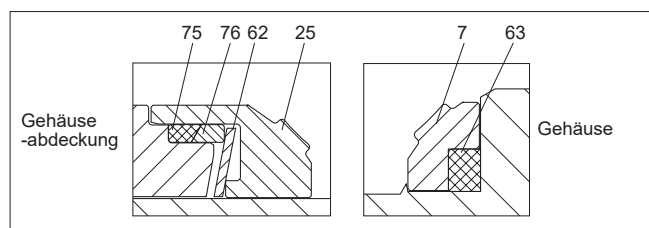

Abb. 17 H-Sitz
- Setzen Sie die Sitzabdichtung (63) in den Sitz (7), siehe Abb. 17, und dann beide Teile vollständig in die Gehäusemulde.